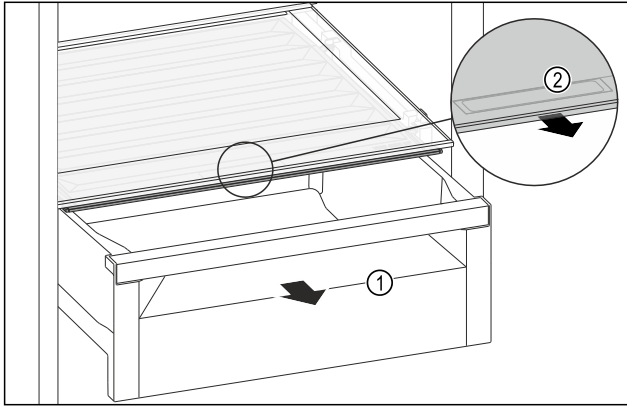

Fig. 164
- Retirer le tiroir Fig. 164 (1).
- Saisir la poignée encastree Fig. 164 (2) du couvercle du compartiment et tirer le couvercle du compartiment par l'avant.